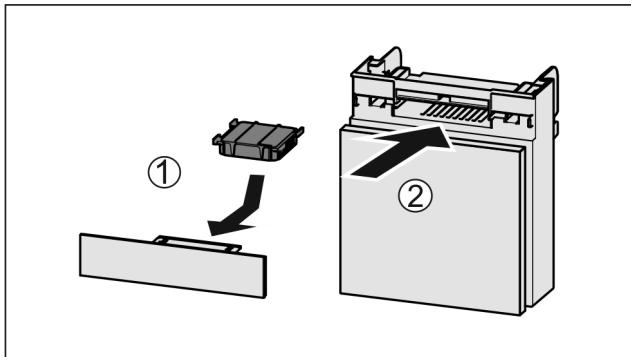

Fig. 116
- ▶ 按图装入 Fig. 116 (1) 活性炭过滤器。
▶ 推入 Fig. 116 (2) 抽屉。